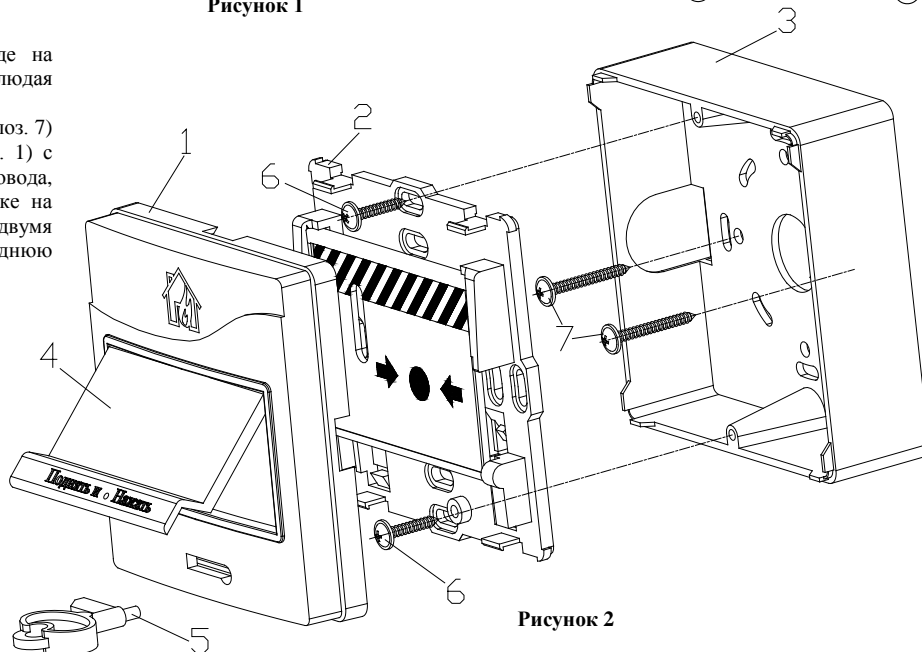

Рисунок 2
2.6.4 Перевести извещатель в состояние «Норма» поворотом специального ключа (поз. 5 рис. 2) в соответствующем отверстии извещателя. Зафиксировать переход светового индикатора извещателя в режим одиночных миганий. Затем с помощью пульта или компьютера дать команду на сброс тревоги от извещателя. Если сообщение «Пожар2» не поступает на пульт или компьютер, значит извещатель неисправен и его необходимо заменить.